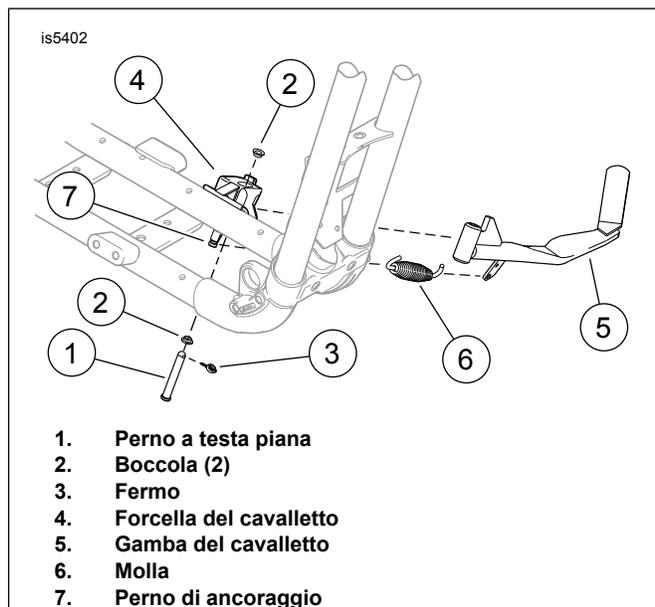

Figura 2. Cavalletto
- Vedere Figura 2. Posizionare lo stelo del cavalletto in posizione ritratta e rimuovere il fermo (3).
- Tenendo la gamba del cavalletto (5) completamente ritratta, ritirare il perno a testa piana (1) fino a che non si liberi dal foro del perno di articolazione superiore dello stelo del cavalletto (4).
- Staccare la molla (6) dal perno di ancoraggio (7) usando delle pinze. Sganciare l'altra estremità della molla dallo stelo del cavalletto.
- Pulire il perno di ancoraggio fissato al telaio e applicare una piccola quantità di grasso per cuscinetti delle ruote ai fori del perno di snodo della gamba (5) e allo stelo del nuovo cavalletto, alla scanalatura del perno di ancoraggio e all'albero del perno a testa piana.